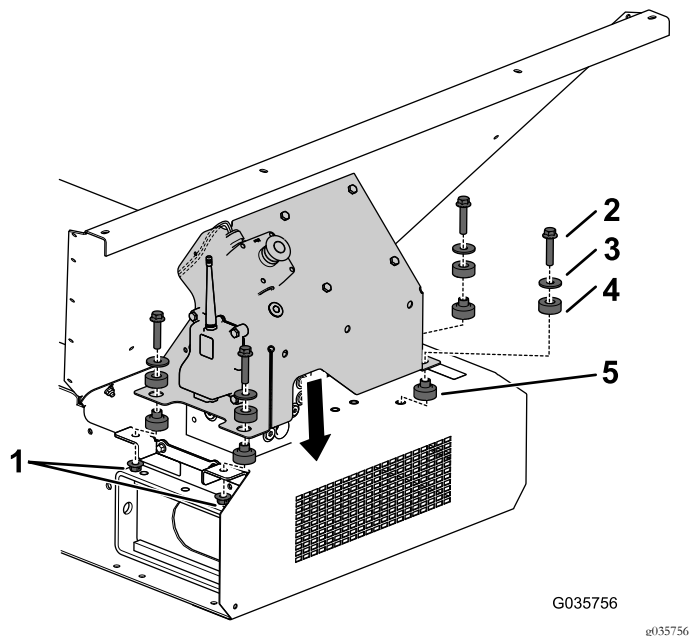

Рисунок 16
Примечание: Убедитесь, что соединительный провод аварийного останова проходит через разрез в верхней части крышки в сборе, как показано на Рисунок 16.
18. Прикрепите крышку к монтажному кронштейну и брызговику с помощью 4 болтов ($\frac{3}{8}$ x $\frac{3}{4}$ дюйма), 4 закаленных шайб, 4 разъемных держателей и двух гаек ($\frac{3}{8}$ дюйма); см. Рисунок 16.